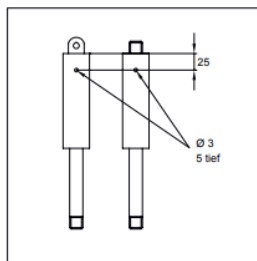

Bild 1 - Gasfeder
- 1) Gasfeder: Bohrung gemäß Bild 1 ca. 25 mm vom Zylinderboden anbringen.